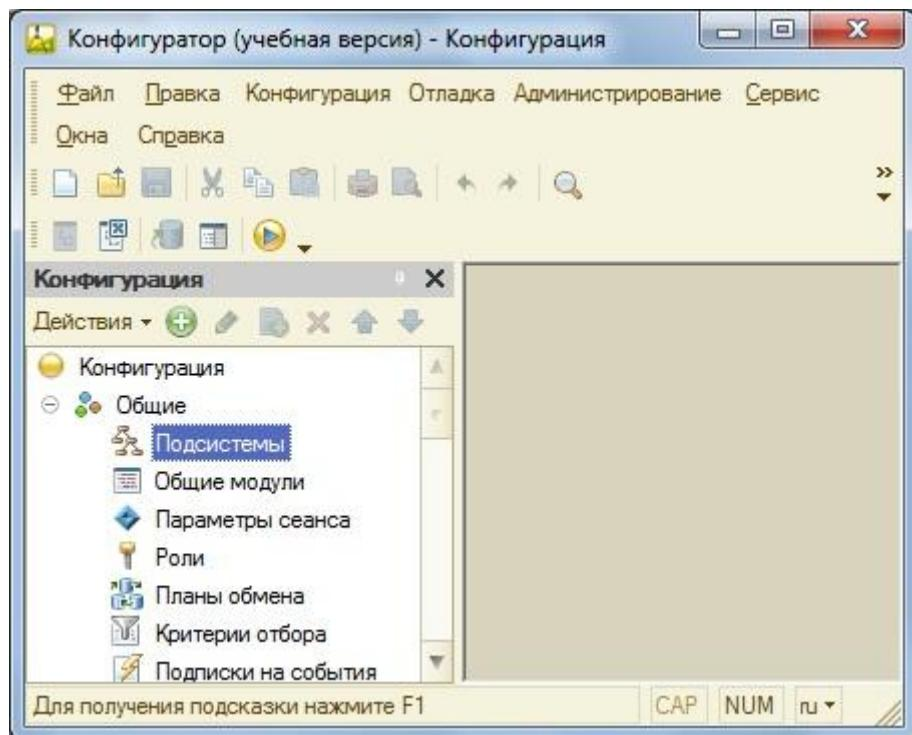

Рисунок 14 Дерево конфигурации
- Выберите пункт «Подсистемы» (рис. 14).